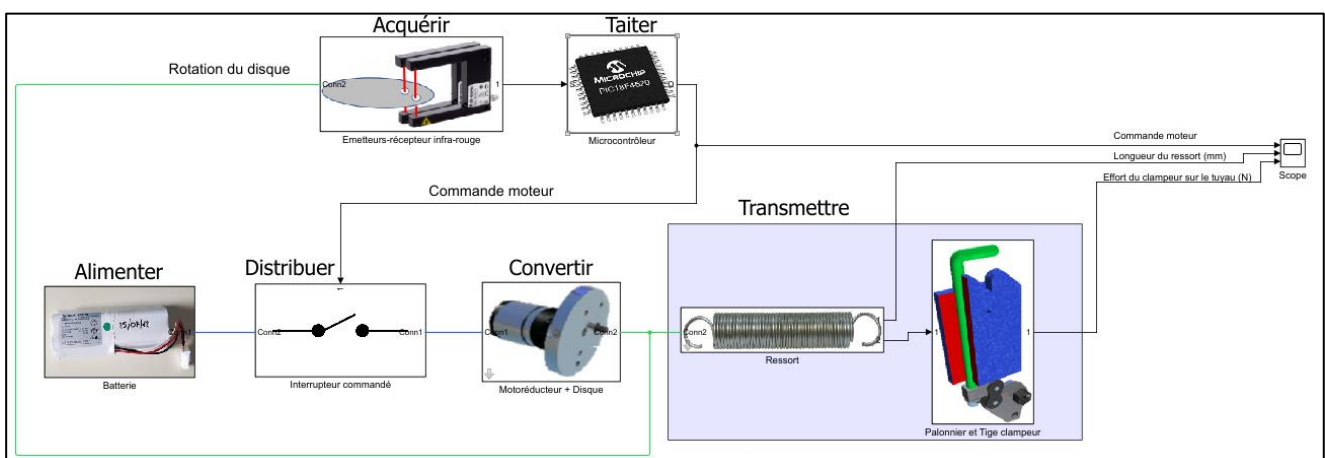

Figure 6 : modélisation multiphysique d'une partie des chaînes d'information et d'énergie
- **ouvrir** le fichier Matlab Simulink « Clamage_eleve.slx. *Le modèle de la figure 6 apparaît.*